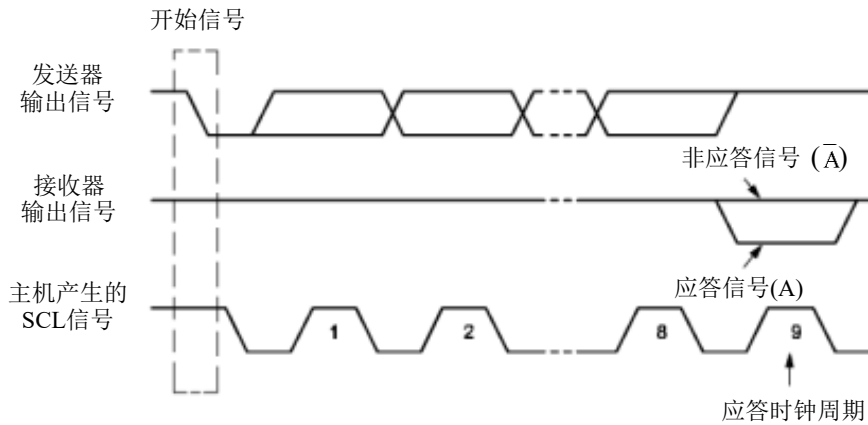

Figure 15-5 IIC 总线的应答信号
**重新开始信号 (Repeated START)：**在 IIC 总线上，由主机发送一个开始信号启动一次通信后，在首次发送停止信号之前，主机通过发送重新开始信号，可以转换与当前从机的通信模式，或是切换到与另一个从机通信。如 Figure15-5 所示，当 SCL 为高电平时，SDA 由高电平向低电平跳变，产生重新开始信号，它的本质就是一个开始信号。